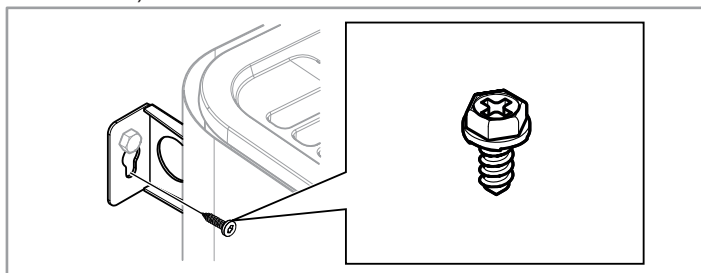

Abbildung 15: Sicherungsschraube für Halterung
10. Fixieren Sie die Heizung mit der Sicherungsschraube (siehe Abb. 15).